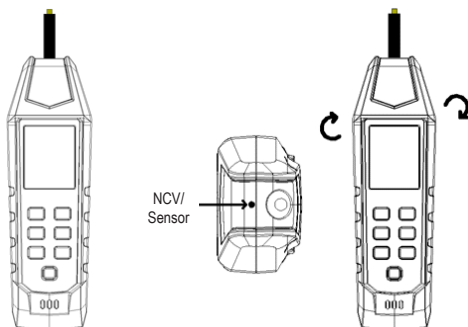

Abbildung 10.1.3a Auf den Sensorschlitz ausrichten
3. Um eine optimale Wirkung bei der Verfolgung von stromführenden Leitern zu erzielen, richten Sie den aufgedruckten Punkt (auf der Oberseite des Sensors) auf die Richtung des Leiters aus, wie in Abbildung 10.1.3a dargestellt. Wenn der Sensor nicht korrekt ausgerichtet ist, wird das Signal möglicherweise nicht erkannt oder der Code ist falsch. Um die Richtung des Kabels zu überprüfen, drehen Sie den Empfänger bitte jeweils um 90 Grad, wie in den Abbildungen 10.1.3b und 10.1.3c dargestellt. Die Signalstärke erreicht ihr Maximum, wenn das Kabel mit dem aufgedruckten Punkt ausgerichtet ist.